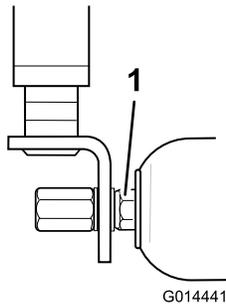

Figura 68
2. Se detetar um movimento excessivo, aperte cuidadosamente as porcas em cada extremidade do rolo apenas o suficiente para remover a folga da extremidade (Figura 68).